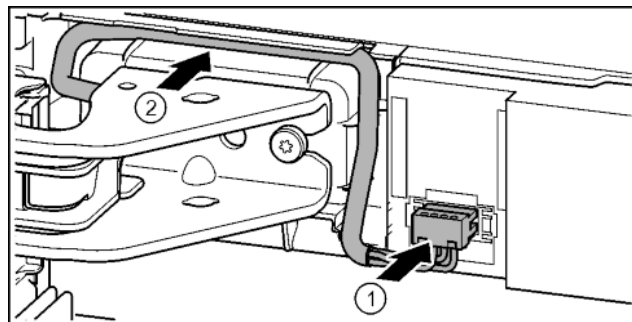

Fig. 42
- ▶ Wcisnąć wtyczkę nad górną płytkę zawiasu i ostrożnie ułożyć w kanale skrętkę kablową. *Fig. 42 (1)*
- ▶ Szary kabel ostrożnie ułożyć w przewodnicy nad górną płytkę zawiasu. *Fig. 42 (2)*